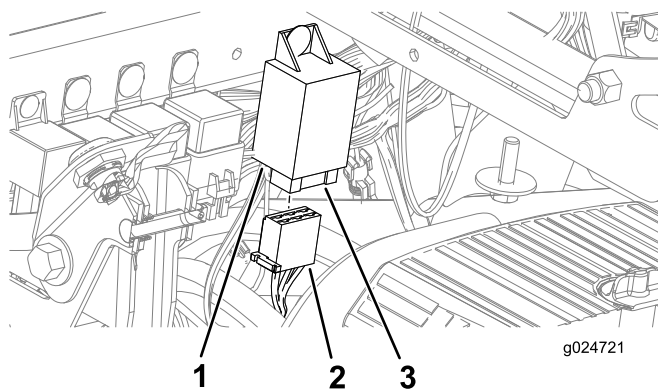

Figura 34
1. Encaminhe a cablagem com o conector de 6 tomadas ao conector de 6 lâminas do módulo de luz intermitente (Figura 34).